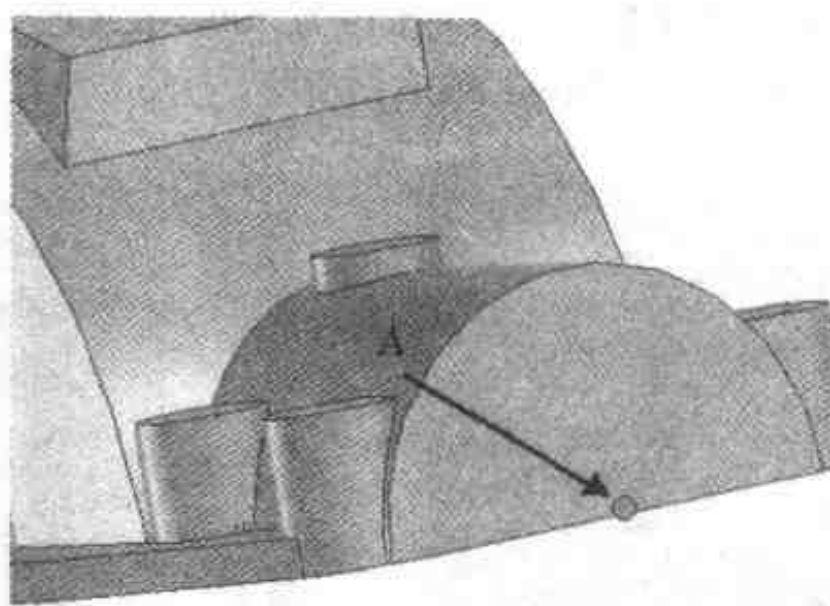

图 2.32 拖入孔类图素
- (4) 从【图素】设计元素库中向如图 2.32 所示的中点 A 处拖入一个【孔类圆柱体】智能图素。